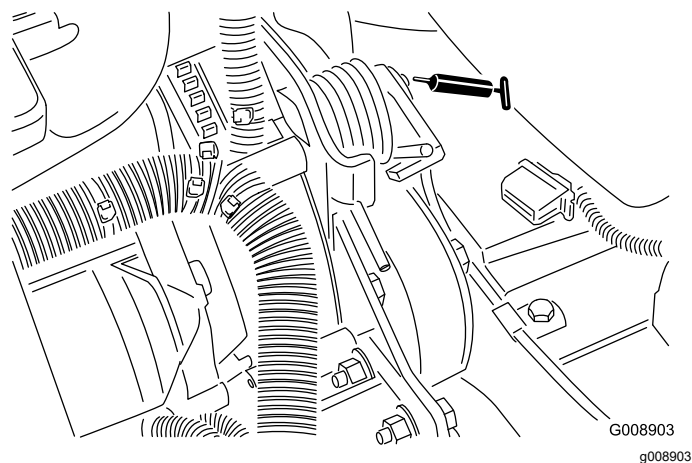

Рисунок 40
- Шарнир механизма натяжения ремня (Рисунок 40)